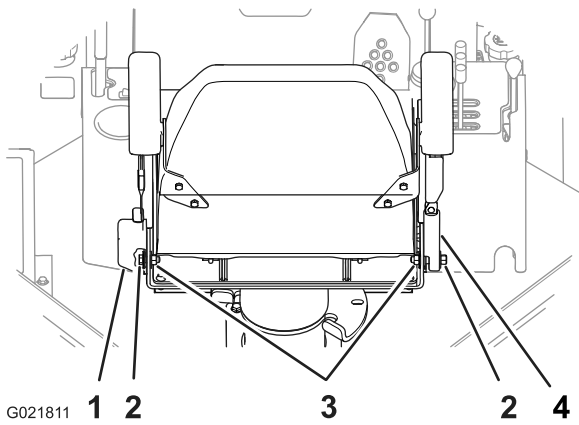

Figure 96
3. Vérifiez que les boulons et écrous qui fixent l'enrouleur et la boucle de la ceinture de sécurité au siège sont serrés à un couple de 7,8 à 9,6 Nm (69 à 85 po-lb); voir Figure 96.